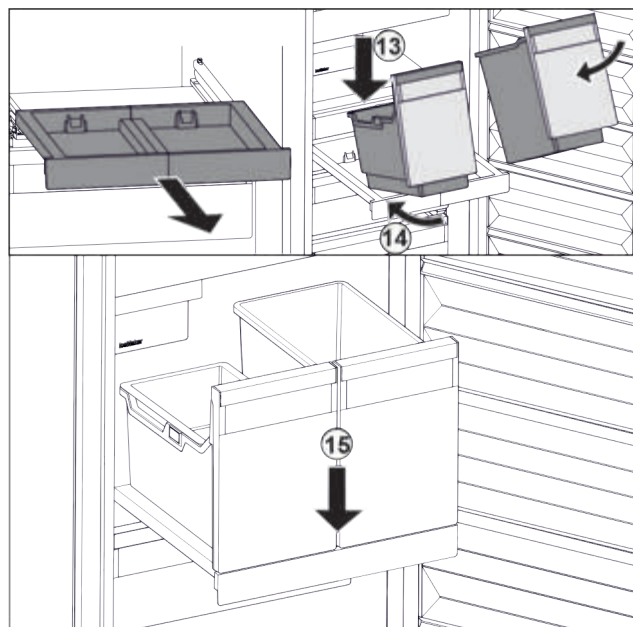

Fig. 95
- ▶ Встановити резервуар на витяжну панель навкоси. Fig. 95 (13)
- ▶ Насунути резервуар навкоси до заду. Fig. 95 (14)
- ▶ Резервуар опустити спереду. Fig. 95 (15)